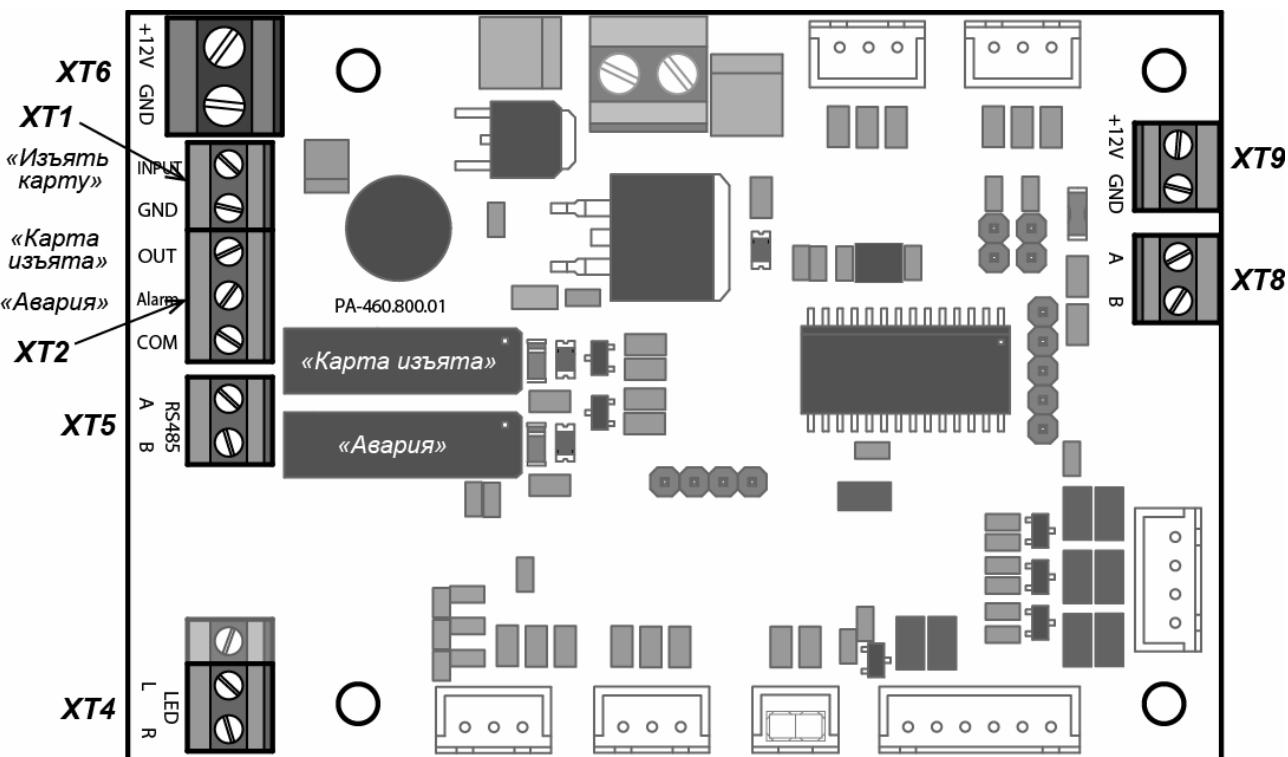

Рисунок 10. Внешний вид платы управления картоприемника
3. Если предъявленная карта является временной картой посетителя и требует изъятия, то контроллер СКУД подает управляющий сигнал на вход платы управления картоприемника «Изъять карту» (контакт 3, см. рис. 10). Подсветка щели для приема карт перейдет в режим мигания с частотой 2 раза в секунду, указывая на то, что карта подлежит изъятию.
5. При падении карты в контейнер второй оптический датчик фиксирует факт изъятия карты. В этом случае картоприемник закрывает шторку, подсветка щели для приема карт вновь становится постоянной. Одновременно с выхода платы управления картоприемника «Карта изъята» (контакт 5, рис. 10) подается управляющий сигнал, являющийся для контроллера СКУД подтверждением разрешения прохода. По данному сигналу контроллер СКУД разрешает проход в данном направлении (подает соответствующий сигнал на механизм управления турникетом) и после прохода через турникет снимает сигнал «Изъять карту». По снятию сигнала «Изъять карту» картоприемник снимает сигнал «Карта изъята».
6. Третий оптический датчик картоприемника отслеживает факт заполнения контейнера картоприемника. При его заполнении картоприемник передает в контроллер СКУД сигнал «Авария» (контакт 6, рис. 10), подсветка приемной щели картоприемника перейдет в режим мигания с частотой 1 раз в 2 секунды, тем самым предупреждая о необходимости освободить контейнер от изъятых карт. Если контейнер не освобождается, то после приема еще 10 карт работа картоприемника блокируется, подсветка приемной щели гаснет. Разблокировка картоприемника происходит автоматически после освобождения контейнера от карт (порядок выемки и установки контейнера приведен в п. 9.5). Также сигнал «Авария» подается в контроллер СКУД при возникновении неисправностей механизма картоприемника (при этом подсветка приемной щели гаснет).